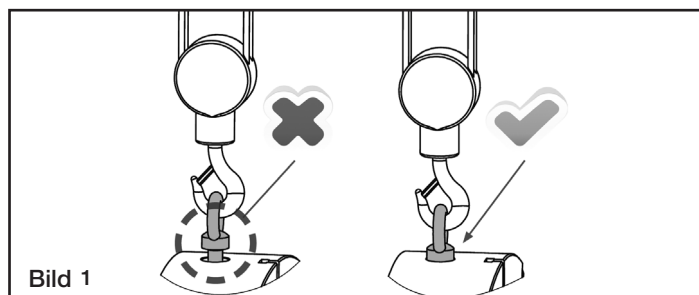

Bild 1
- die Transportschrauben bis zum Anschlag montiert (eingeschraubt) sind (siehe Bild 1).